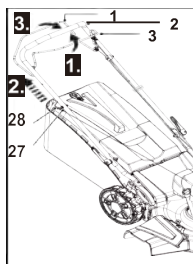

Fig. 22
- Asigură-te că maneta robinetului de combustibil este în poziția ON (Fig. 22).
- Stai în spatele ghidonului superior (2).
- Trage înapoi maneta de frână (3) și ține-o lipită de ghidonul superior (2) (Fig. 22, pasul 1).
- Sprijnă mânerul demarorului (28) pe cârlig (27) situat pe partea dreaptă a ghidonului superior (2).
- Trage ușor de mânerul demarorului (28) până simți rezistență, apoi trage rapid. Repetă până când motorul pornește (Fig. 22, pasul 2).
- Când ești gata să tunzi, împinge maneta de autopropulsie (1) înainte și ține-o lipită de ghidonul superior (2) (Fig. 22, pasul 3). Produsul începe să se deplaseze înainte și începe tunsul.